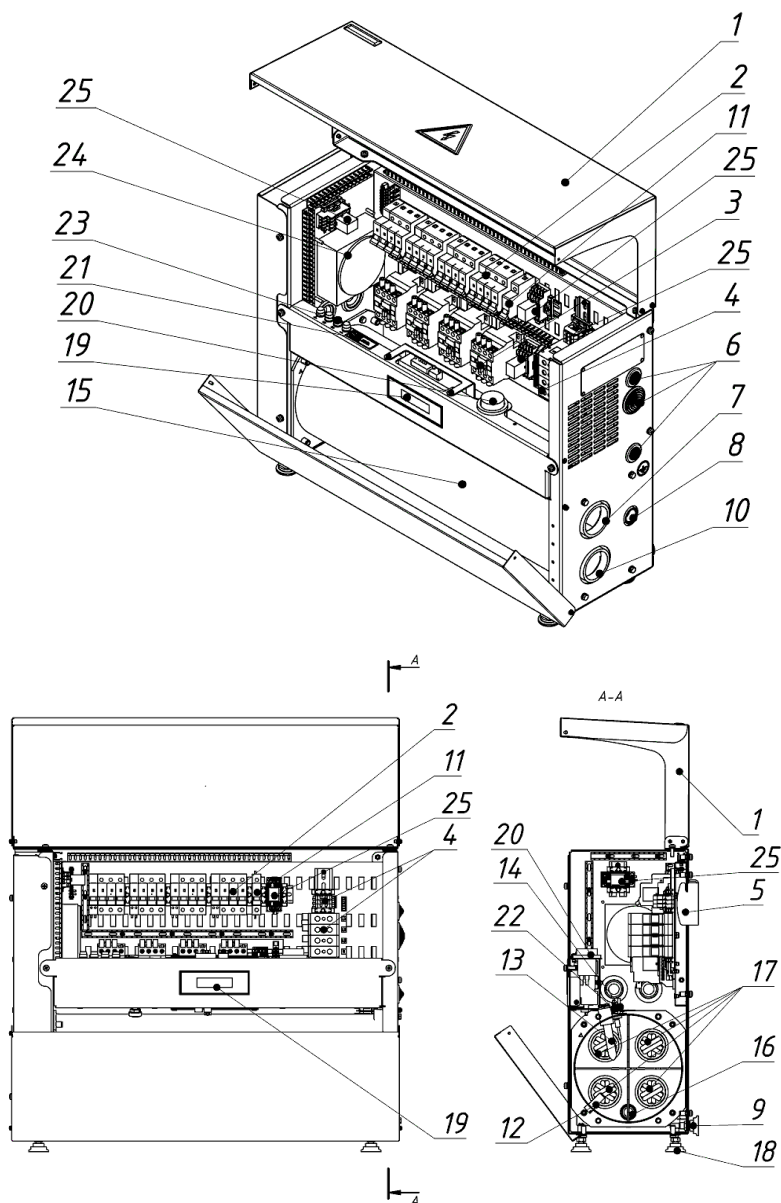

Рис. 1
- 4.6. При помощи автоматических выключателей (Рис.1), (2) "QF1", "QF2", "QF3" "QF4" можно принудительно отключить нужную ступень водонагревателя.
- 4.18. Внутри водонагревателя (Рис.1), установлены регулируемый термоограничитель (20) и термовыключатель (14) Регулируемый термоограничитель обеспечивает плавную регулировку максимальной температуры нагрева воды от 0-86 $^{\circ}$ C.
- 4.20. При нагреве воды выше 90 ±3 °С, срабатывает аварийный термовыключатель по температуре, нагрев отключается, контроллер выключается. После выключения новый пуск возможен только вручную. Перед запуском необходимо установить причину перегрева и устранить ее. Для возобновления работы необходимо нажать кнопку, расположенную сверху термовыключателя (14) Рис. 1.
- 4.27 В режиме «резервного управления» можно уменьшить количество включённых ступеней мощности при помощи автоматических выключателей (Рис.1), (2) "QF1", "QF2", "QF3" "QF4", для уменьшения скачков напряжения в сети.
- 6.20. При установке водонагревателя, в патрубок предохранительного клапана (8) Рис. 1 необходимо установить предохранительный клапан на 0,6 МПа (в комплекте).
- 6.24. **На патрубок входа (10) Рис. 1 холодной воды в водонагреватель должен быть установлен комплект подводящей запорной арматуры, обратный клапан и фильтр (Заказываются опционально).**
- 6.25. Отвод горячей воды осуществляется от патрубка (7) Рис. 1, расположенного в верхней части водонагревателя